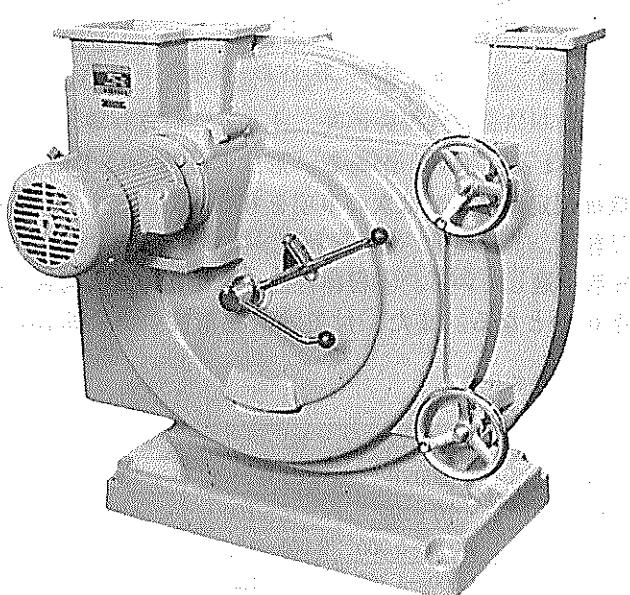
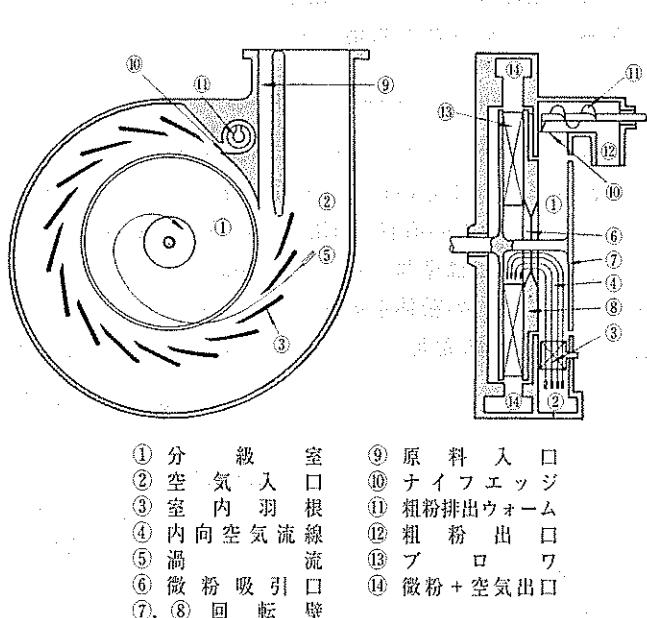

図 2 横型 (H型) の外観
図 3 横型 (H型) 構造図
当社の分級機には横型 (H型) とたて型 (V型) があり、横型 (H型) 分級機は図 2 のような外観と図 3 のような構造である。ファン⑬と同一軸上で分級室の壁⑦⑧が回転している。空気は空気入口②と空気+原料入口⑨とから入る。空気入口から入った空気は角度調整ができるようになった案内羽根③を通って分級室①に入り空気+微粉出口⑭から出していく。粗粉は分級室の外周に飛ばされて案内羽根の内側を回り、ナイフエッジ⑩の所から粗粉排出ウォーム⑪に入り粗粉出口⑫から出てくる。